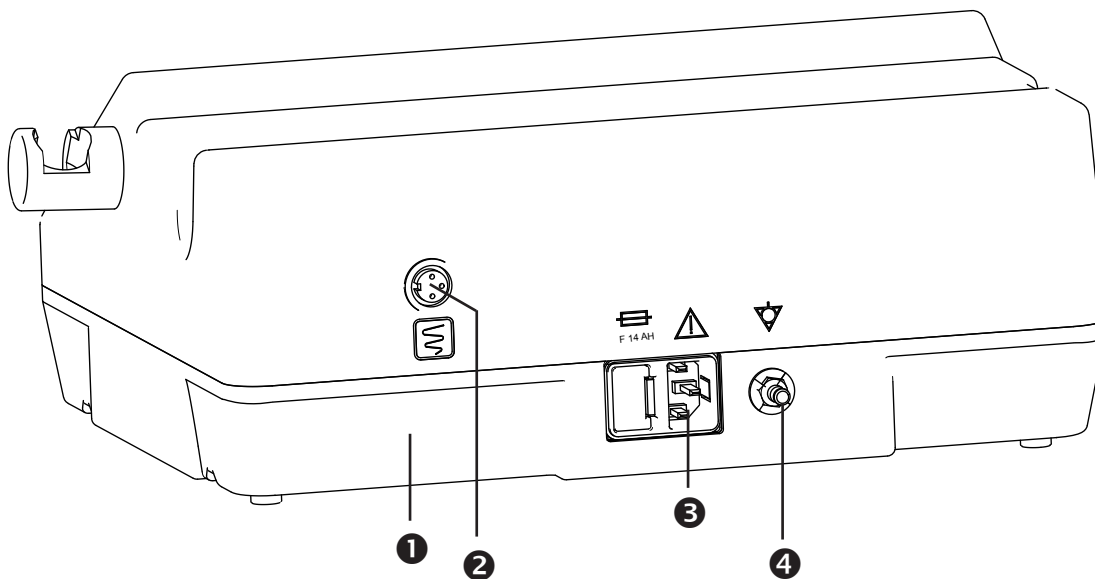

Figura 2. Vista posteriore
- Collegare il cavo di rete con l'attacco alla rete (②, figura 2).
- Per il comando di un nistagmografo elettrico o di un nistagmografo computerizzato nell'uscita (②, figura 2), si prega di allacciare soltanto apparecchi di registrazione autorizzati dalla ATMOS. Il cavo di raccordo è in vendita presso la ATMOS (vedi paragrafo 8.0).
- Allacciamento per la compensazione potenziale (④, figura 2). Il cavo di raccordo è in vendita presso la ATMOS (vedi paragrafo 8.0).